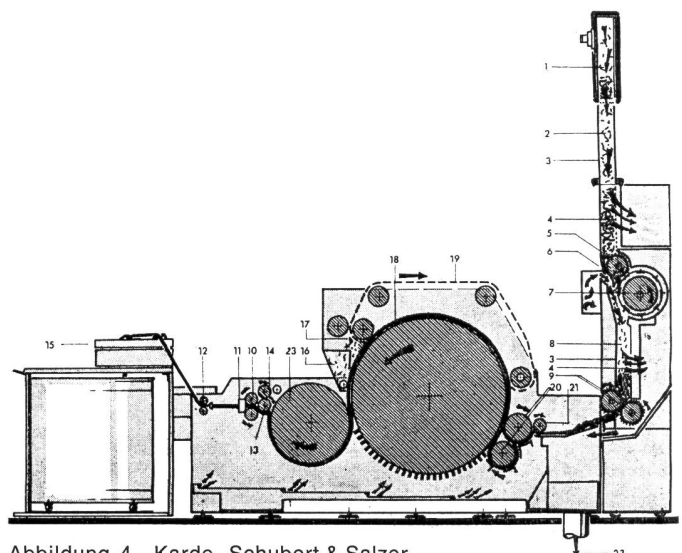

Abbildung 4 Karde, Schubert & Salzer
**Karde** — Es dürfte ein Trend zu zwei Vorreißern festzustellen sein. Kardiersegmente scheinen sich vor allem im Bereich der Chemiefaserverarbeitung mehr und mehr durchzusetzen. Eine Attraktion an den Karden war zweifelsohne die neue Karde von Schubert & Salzer, Ingolstadt (Abbildung 4, aus Melliand Textilberichte, 1975, 590—594). Sie unterscheidet sich in einigen wesentlichen Punkten von den bekannten Konstruktionen. Die wichtigsten sind: